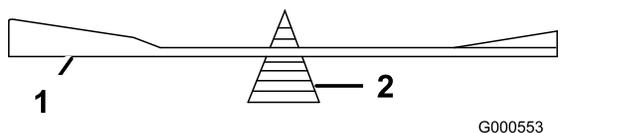

Рисунок 118
- Проверьте балансировку ножа с помощью балансирующего устройства для ножей (Рисунок 118).